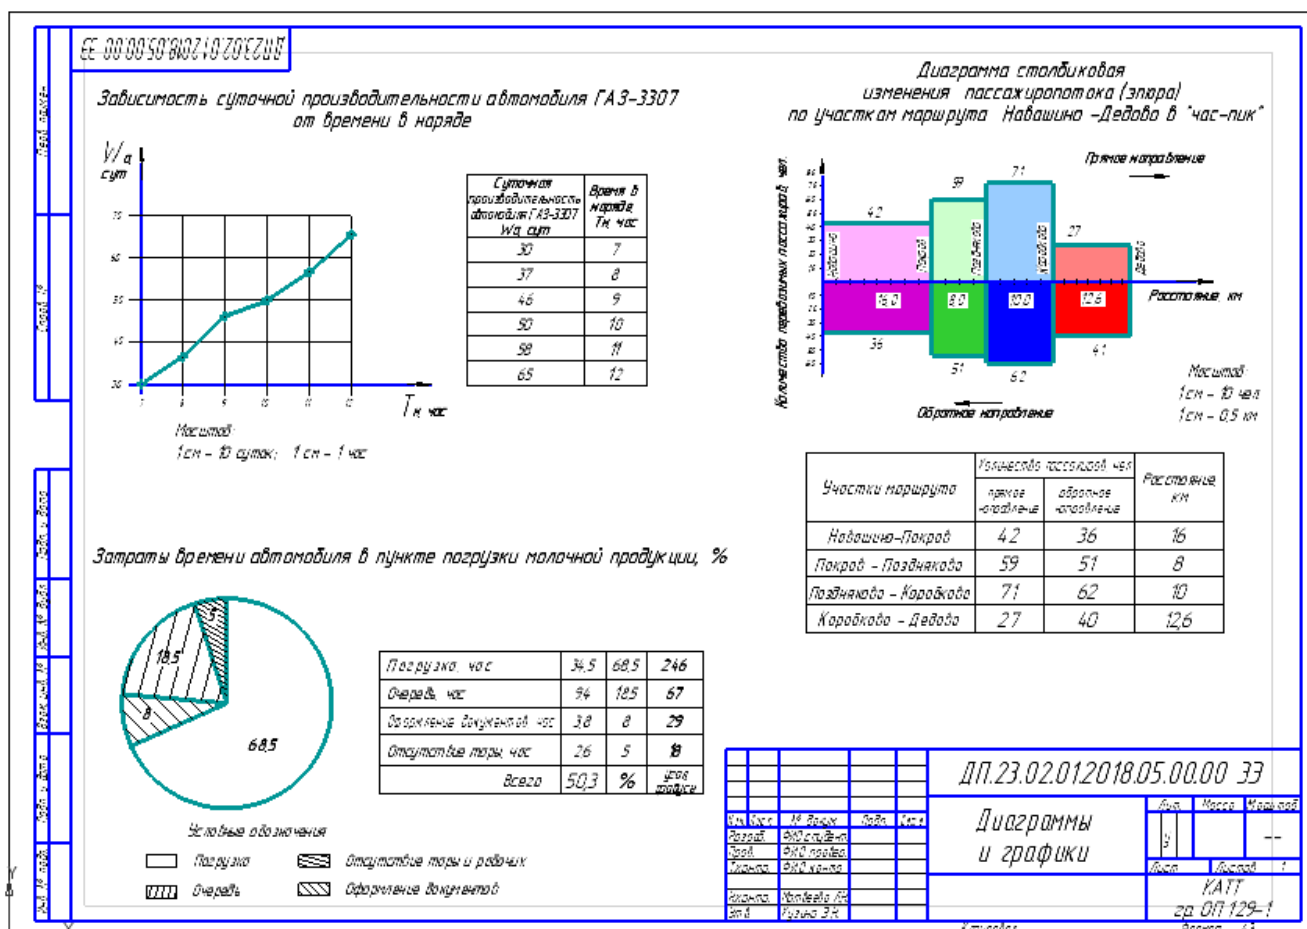

Рисунок 40 - Примеры выполнения линейной, столбиковой и секторной диаграмм
В **линейных** диаграммах–графиках графическим знаком является линия. Пример выполнения графика (линейной диаграммы) - рисунок 40 (слева сверху).
В **столбиковых** и **полосовых** диаграммах - графическим знаком является прямоугольник. В столбиковой диаграмме он расположен вертикально, а в полосовой горизонтально. Столбиковые и полосовые диаграммы позволяют сравнивать показатели, отражают характер распределения каких-либо величин. Пример выполнения столбиковой (полосовой) диаграммы - см. рисунок 40 справа.
**Круговые (секторные)** диаграммы - это круги, разделенные на секторы. Пример выполнения секторной диаграммы с заливкой – см. рисунок 39, а с выполнением штриховки - см. рисунок 40 (снизу слева).